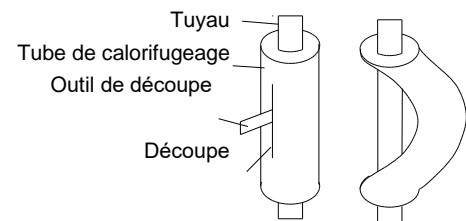

Fig. 10
4. Ne jamais cintrer le tuyau avec son calorifugeage. Ceci déformerait le tuyau. Réaliser une découpe à l'aide d'un outil bien tranchant comme indiqué sur la figure 10, dénuder le tuyau du réfrigérant et réaliser le coude nécessaire. Une fois le tuyau coudé, refermer le calorifugeage et le fixer avec un ruban adhésif.